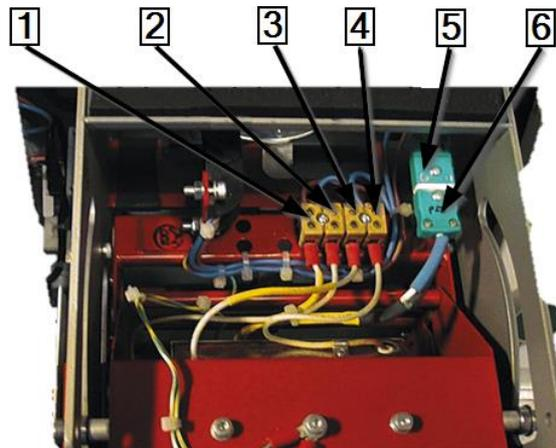

Fig. 69 : Conexiones eléctricas y térmicas
- Retire los 2 tornillos de fijación del elemento calefactor inferior (2).
- Realice todas las conexiones eléctricas y térmicas de los elementos calefactores superior e inferior. Véase la Fig. 69 : Conexiones eléctricas y térmicas en la página 103.
- ➔ Afloje el tornillo de sujeción (3) (Fig. 69, página 108) y el bloque de montaje para, a continuación, extraer el interruptor de proximidad.
- ➔ Desconecte los conectores macho **J14** (1) y **J16** (2) del controlador de la PCB.
- ➔ Vuelva a conectar los conectores **J14** (1) y **J16** (2).